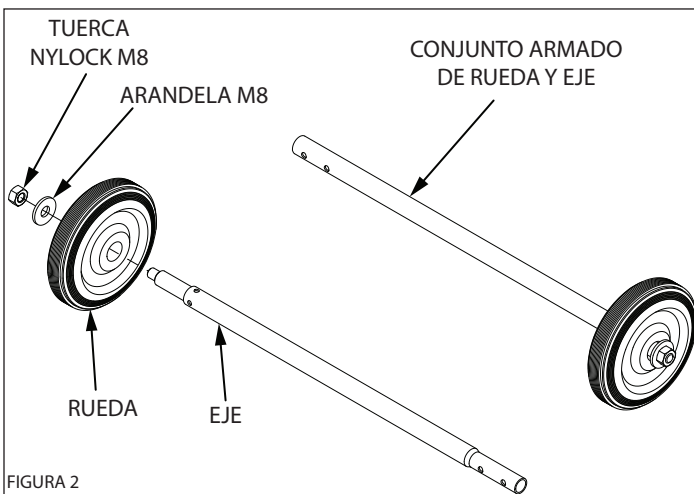

FIGURA 2
- Perno M6 x 1.0 x 28 (2)
- Arandela M8 x 24 x 2.2 plana (12)
- Arandela M8 de seguridad del resorte (7)
- Arandela M8 x 30 convexa (1)
- Arandela M6 de seguridad del resorte (2)
- Arandela M10 plana (2)
- Tuerca M6 x 1.0 Nylock (2)
- Tuerca M10 Nylock (2)
- Mosquetón (4)
- Reemplazo de dedos de 46 mm (1)
4. Monte la rueda en el eje **(CONSULTE LA FIGURA 2)**. Para cada componente del eje: